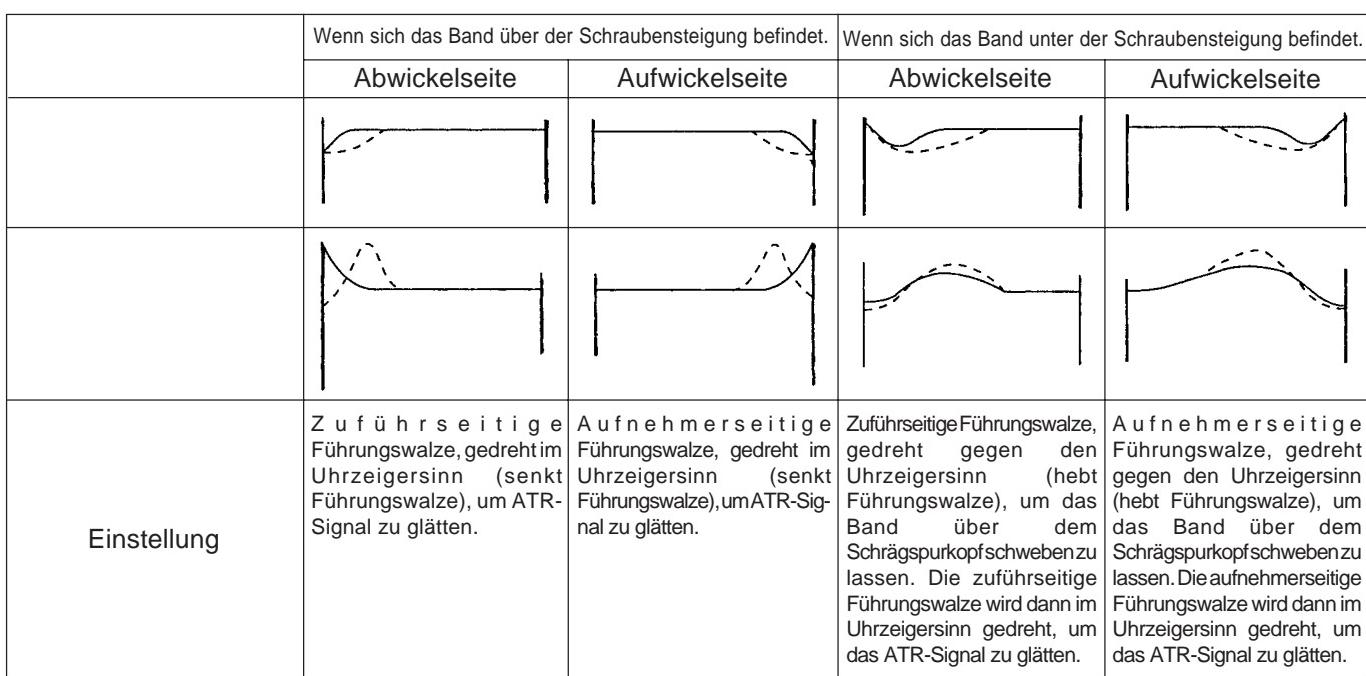

Abbildung 4-30.
- ⑤ Die Spurlagentaste (+), (-) drücken und die ATR-Signal-wellenform von Maximum zu Minimum und von Minimum zu Maximum ändern. Zu diesem Zeitpunkt sicherstellen, daß sich die ATR-Signal-wellenform nahezu parallel verändert.
- ⑥ Wenn sich die ATR-Signal-wellenform nicht nahezu parallel verändert, die Führungsrollenhöhe auf der Abwickel- und Aufwickelseite so einstellen, daß sich die Hüllkurvenform nahezu parallel verändert. (Zur ATR-Signal-einstellung siehe Abbildung 4-30).
- ⑦ Die Neigungsschraube drehen, um Bandknife am Flansch des Befestigungsstiftes zu beseitigen. Das Band abspielen und auf Falten am Flansch des Befestigungsstiftes prüfen.
- (1) Wenn keine Bandknife vorhanden sind
- ④ Wenn das Band von der Schraubensteigungsfläche gehoben oder gesenkt wird, erscheint die Wiedergabe-ATR-Signal-wellenform wie in Abbildung 4-30 gezeigt.
⑤ Die Spurlagentaste (+), (-) drücken und sicherstellen, daß sich die ATR-Signal-wellenform nahezu parallel verändert.
⑥ Schließlich das Band auf Falten nahe des Umlenkstifts prüfen. Wenn Falten vorhanden sind, die Neigungsschraube um 45° entgegen dem Uhrzeigersinn drehen. Kleine Bandfalten erscheinen am Feststellstifts, nachdem die Einstellung beendet ist.